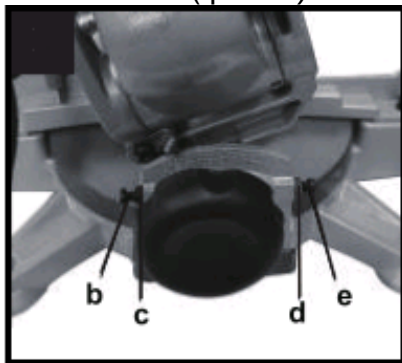
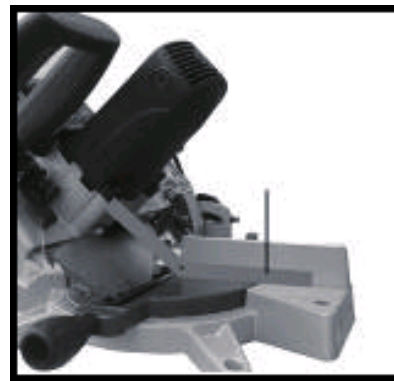

рис.6
рис.8
- ✓ Для регулирования положения пилы в 90° ослабьте винт фиксации наклона пилы (22), приведите пилу в крайнее правое положение, ослабьте стопорную гайку (с) регулировочного болта (b) (рис.6), и, используя
- ✓ Ослабьте винт фиксации наклона (22)
- ✓ Приведите пилу в крайнее левое положение, ослабьте стопорную гайку (d) регулировочного винта (e) (рис.6), и, используя угольник, установите угол пильного диска в 45° относительно поворотного стола (рис. 8).